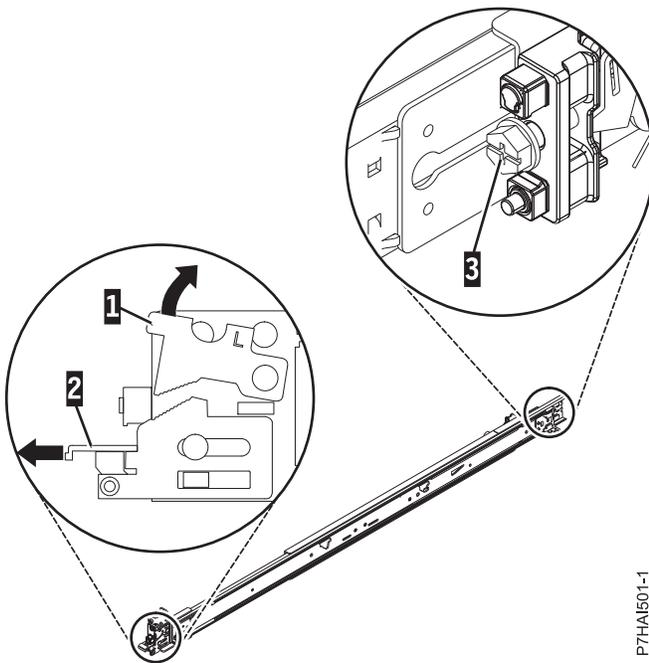

図 19. 前部ラッチを開いて後部のねじを取り外す
2. 前面のロックング・タブ (1) を押し上げて、レールの前部にある前面ラッチ (2) を引き出します。次に、レール (3) の後部からねじを取り外します。詳しくは、図 19を参照してください。